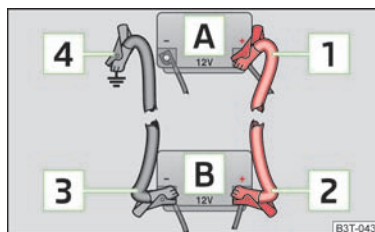

Fig. 163
- Conectar un extremo **1** al polo positivo» fig. 163 de la batería descargada **A**.